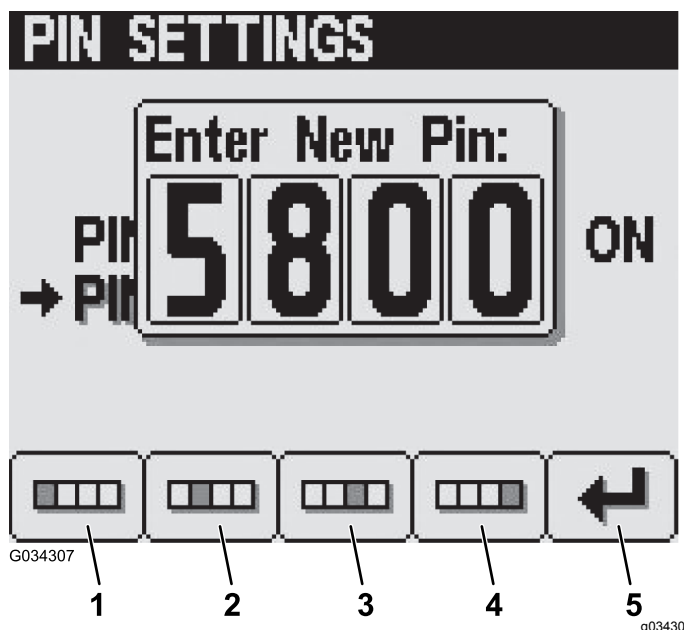

Bild 28
- Drücken Sie auf dem Bildschirm „Enter new PIN“ die Tasten 1 bis 4, um den neuen PIN-Code einzugeben. Drücken Sie nach dem Eingeben der PIN die Taste 5 (Bild 28).